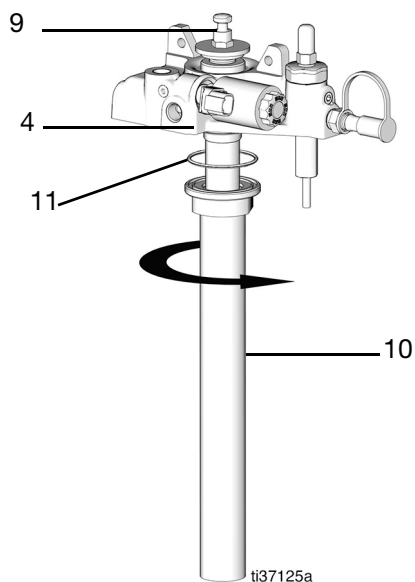
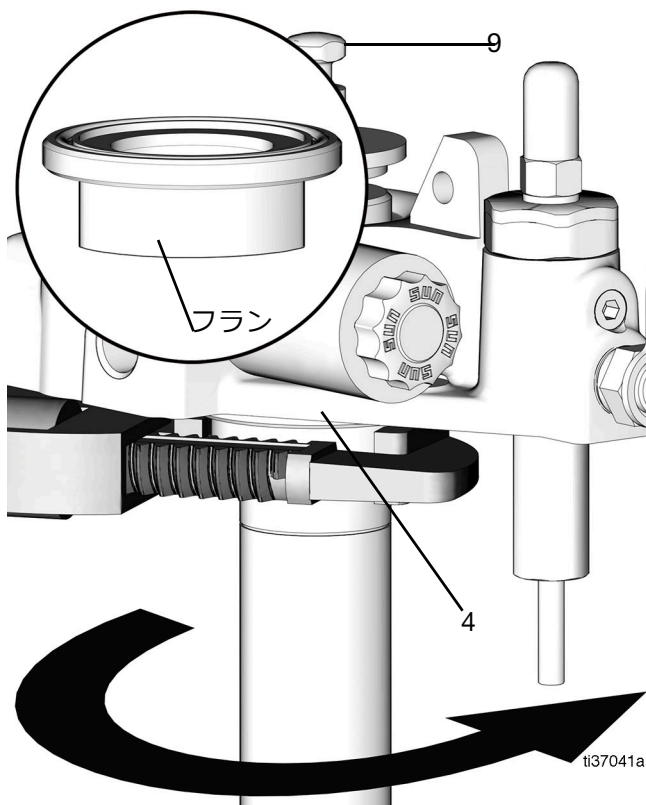

図 65
図 66
25. Oリング (11) を交換して、軽くグリースを塗ってください (図 65)。
26. チューブインチューブ (10) をアセンブリの上にずらし、ポンプハウジングまで上に移動します。フランジを締め付けます (40 ft-lb/54.2 N•m のトルク図 65 と図 66)。